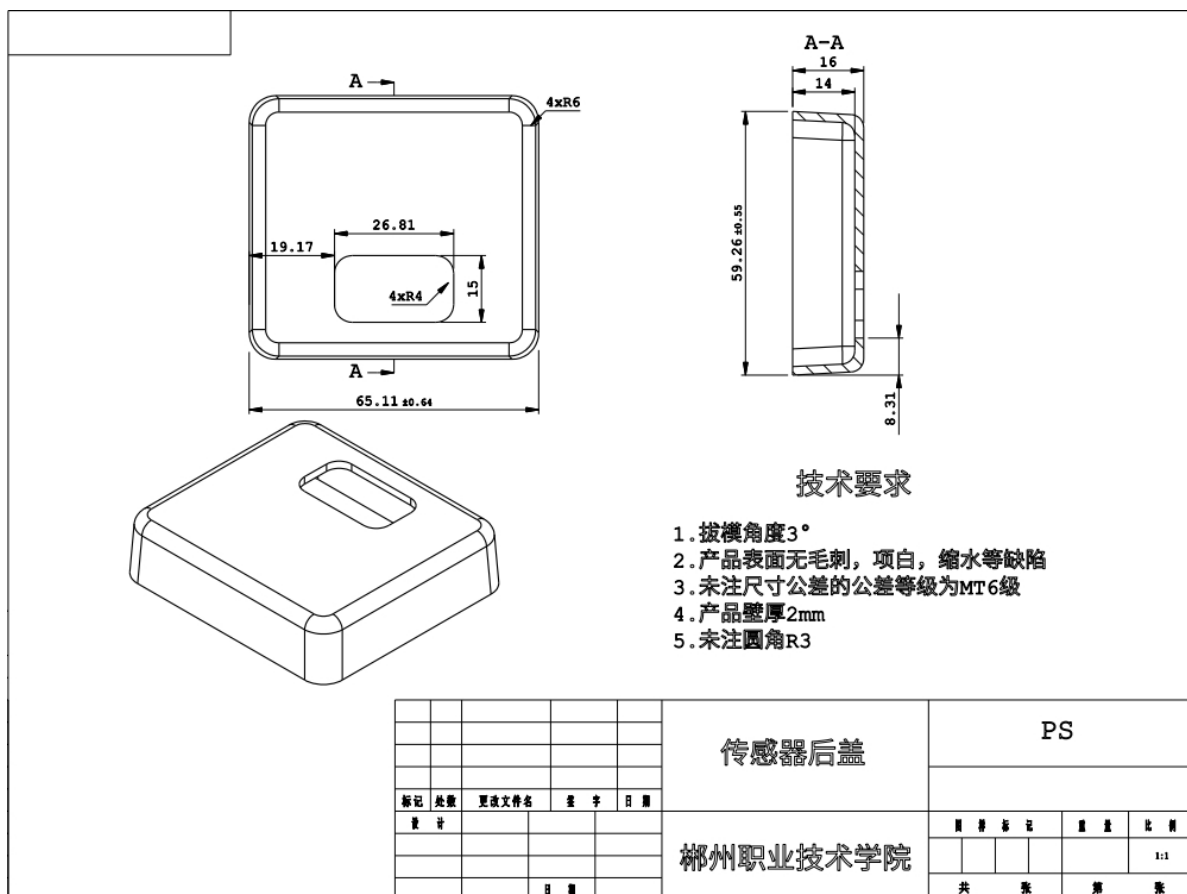

图 H1-1 传感器后盖
(2)根据图 H1-1要求，进行塑件三维造型设计，文件名称为 3DSJ；